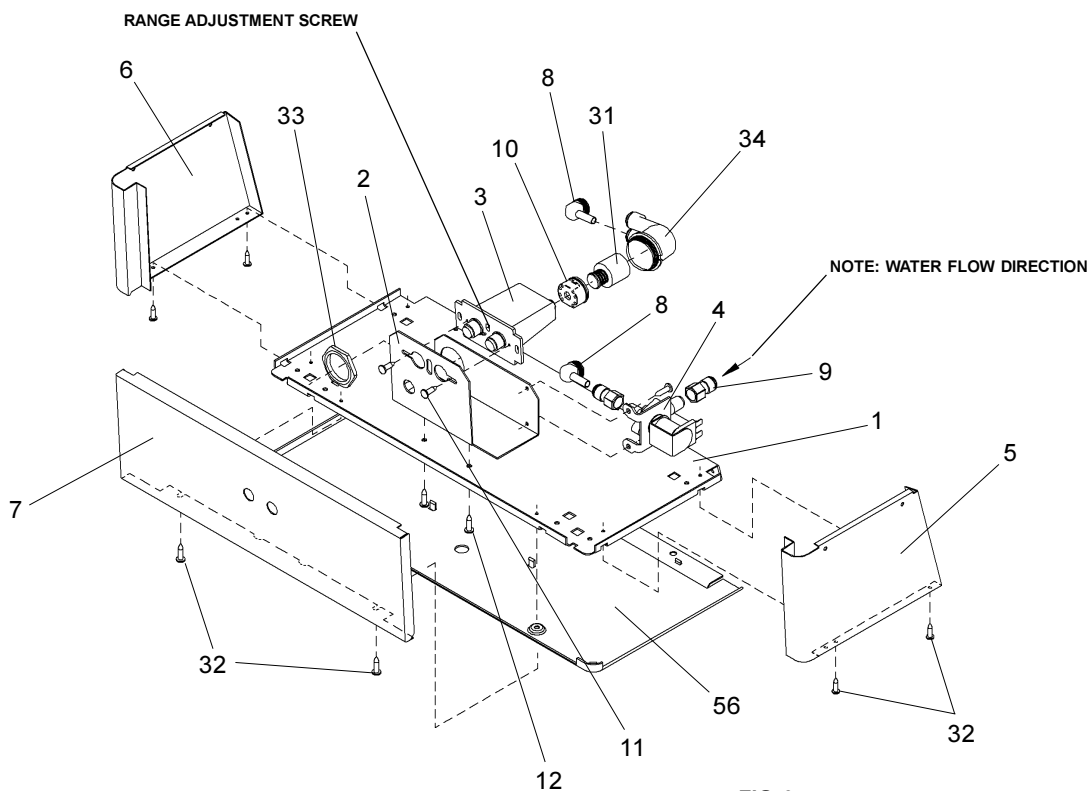

FIG. 3
See Fig. 3 (on page 3) for
- Using a small tip screwdriver, rotate range adjustment screw clockwise to increase range and counter-clockwise to decrease range. (See Fig. 3).
- À l'aide d'un petit tournevis, vissez la vis de réglage de la plage dans le sens des aiguilles d'une montre pour l'augmenter ou dans le sens contraire des aiguilles d'une montre pour la diminuer. (Voir fig. 3).
- 7) Stream height is factory set at 45-50 PSI. If supply pressure varies greatly from this, re-adjust stream height to approximately 1-1/2" (38mm) above the bubbler guard by turning adjustment screw, accessible by removing front panel, Item No.7 (see Fig.3 & 5).
- 8) Replace the front panel and secure by re-tightening four (4) screws.
- 7) La altura del chorro se determina en la fábrica a 45-50 PSI. Si la presión del suministro varía demasiado de este valor, reajuste la altura del chorro a aproximadamente 1-1/2" por encima del protector del borboteador dando vuelta al tornillo de ajuste sacando el panel frontal de empuje, Artículos 7 (vea Fig. 3 y 5).
- 8) Vuelva a colocar el panel frontal y asegúrelo apretando nuevamente los cuatro (4) tornillos.
- 7) Le niveau d'écoulement est réglé en usine à 45-50 Lb/po². Si la pression varie beaucoup de ce point, ajustez le niveau à nouveau à environ 1-1/2" (38mm) au-dessus du protège-barboteur en tournant la vis de réglage du régulateur que l'on trouve en retirant le panneau, article 7 (voir fig. 3 et 5).
- 8) Remplacez le panneau avant et fixez le en place en resserrant les quatre (4) vis.